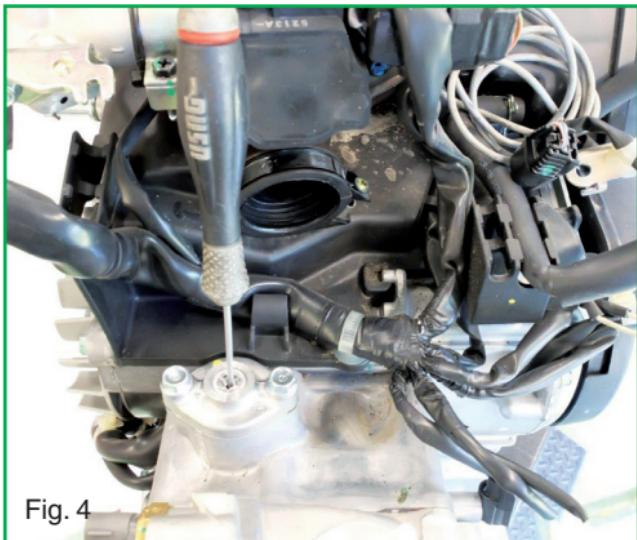

Fig. 4
- Togliere il cappuccio a vite del tendicatena e avvitare la vite fino al bloccaggio (Fig. 4).